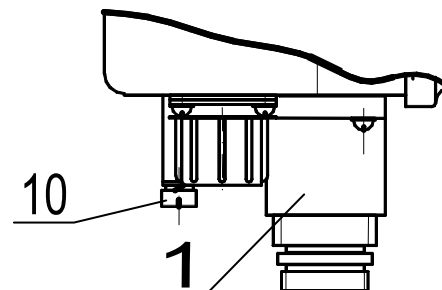

Рисунок 1.1 - Блок электронный (крышка не показана)
2.4.2.3 Проверить комплектность поставки изделия по формуляру БАЖК.425119.005 ФО, наличие пломб ОТК и ПЗ на БЭ (рисунок 1.1).